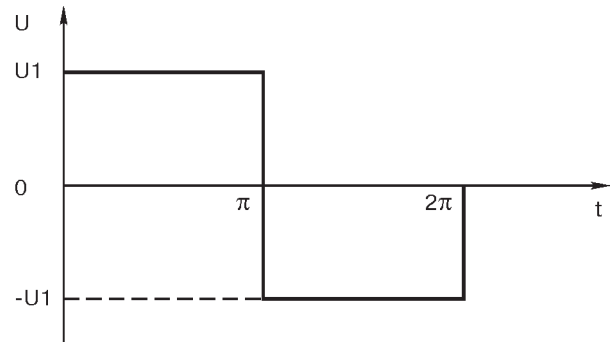
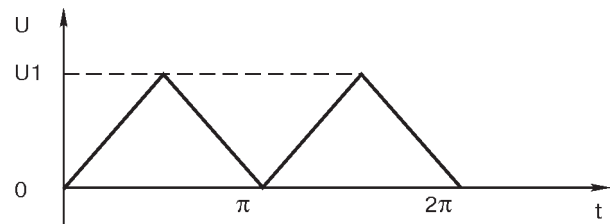

Рис.1.
Рис.2.
- возможно воспроизведение сигналов в виде меандра (рис.1), треугольника (рис.2) и по другим зависимостям;